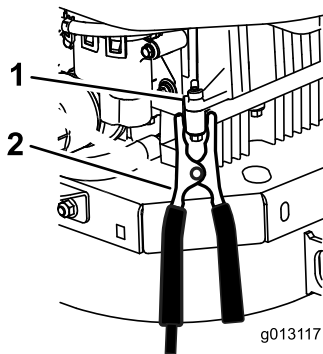

Bild 48
- Stellen Sie die letzte Verbindung am **Motorblock** (nicht am Minuspol) des nicht anspringenden Fahrzeugs, von der Batterie entfernt, her und treten Sie zurück (Bild 48).